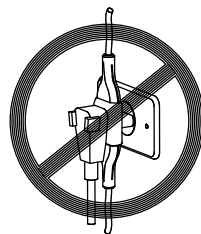

Fig. 17
- Em hipótese alguma, conectar outros aparelhos na mesma tomada (fig. 17).